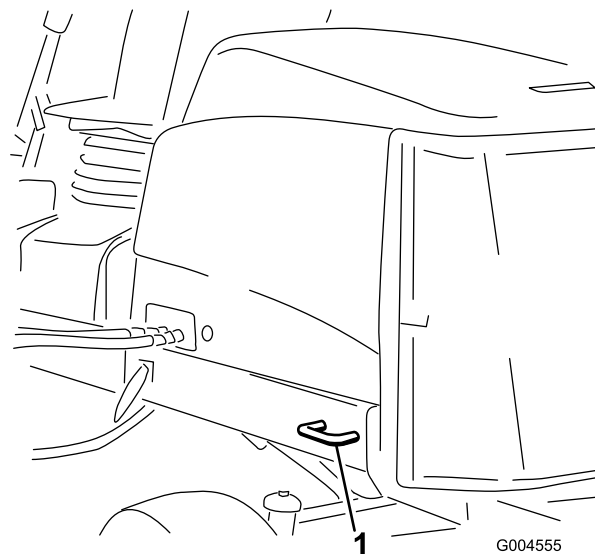

Figura 46
- Posteriori – ogni lato della macchina sul telaio posteriore (Figura 46).